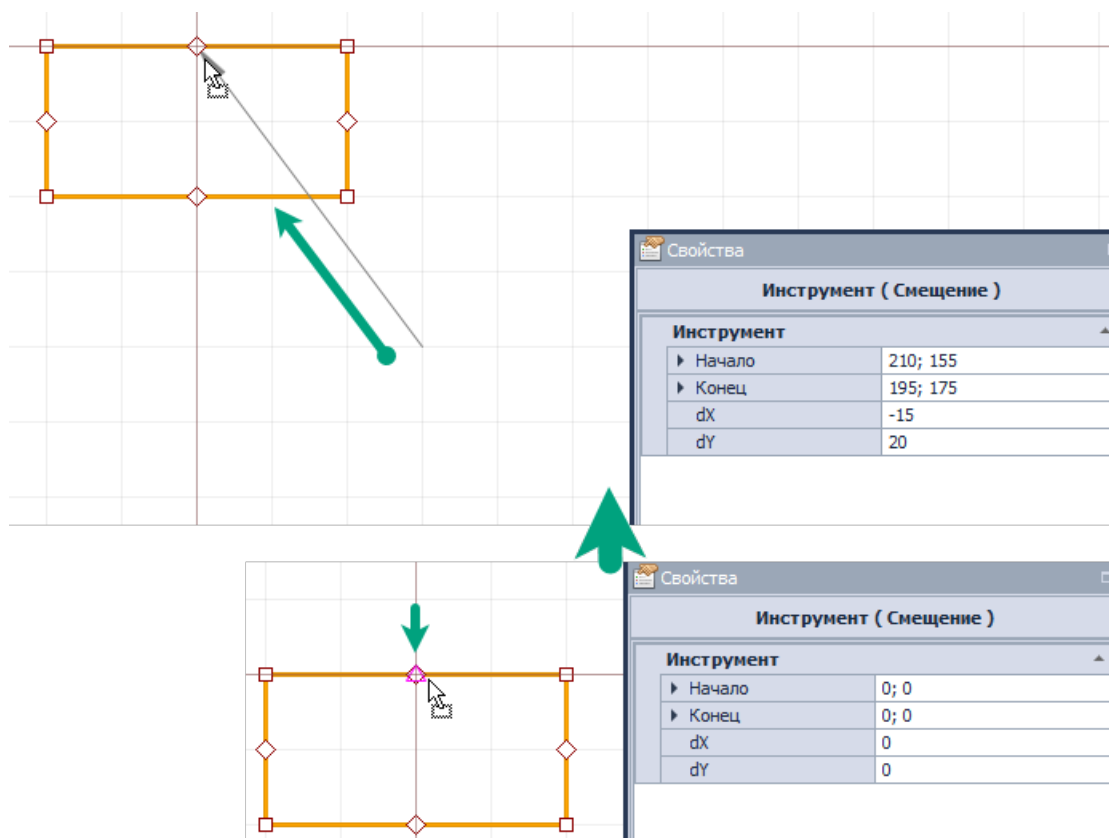

Рис. 432 Выбор точки редактирования для выполнения смещения объекта
3. Выберите одну из отмеченных точек редактирования объекта, от которой будет рассчитываться перенос (смещение объекта), Рис. 432.